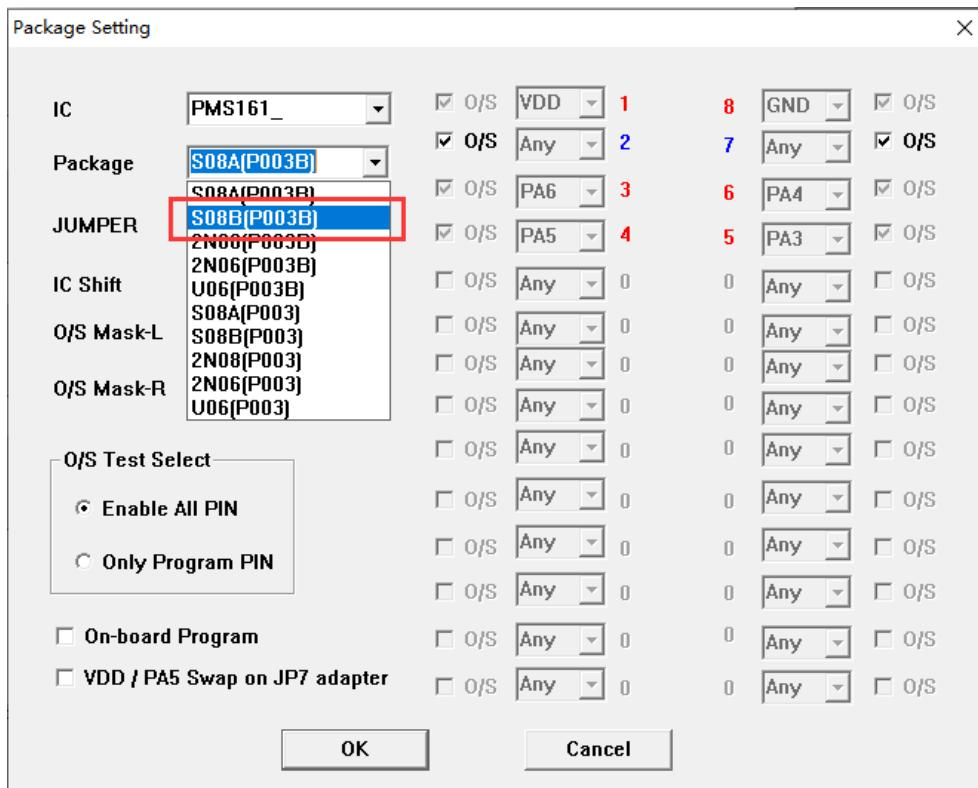

图 22：PMS161-S08B 在 P003B 转档配置
1. 使用 5S-P-003B 烧录 PMS161 时，只有 S08A 封装是烧录器背面 jumper 插 JP2 位置，正面烧录插座往下空移 4 格，即可烧录。而其他封装都需要转档，使用 Jumper7 跳线。接下来以 PMS161-S08B 的烧录为例，其他封装需对应修改“package setting”界面和 Jumper7 跳线方法即可。封装设置如图 22 所示：